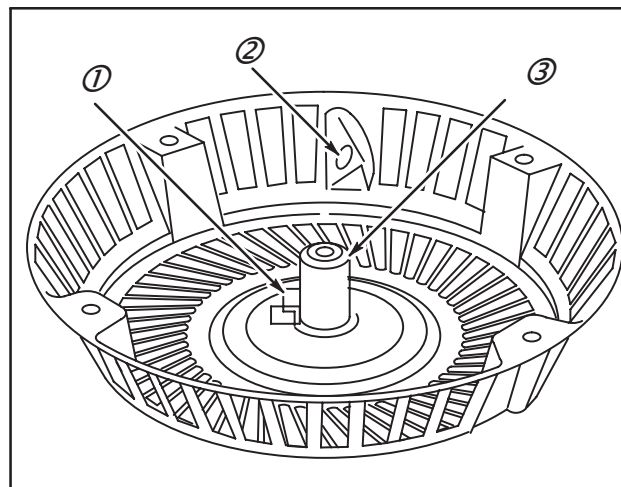

Fig. 36
4. Vérifier le boîtier de lanceur et l'état du passe-corde (2), de l'axe (3) et des taquets d'ancrage du ressort (1). Remplacer en cas d'aspérités ou d'usure, Fig. 36.